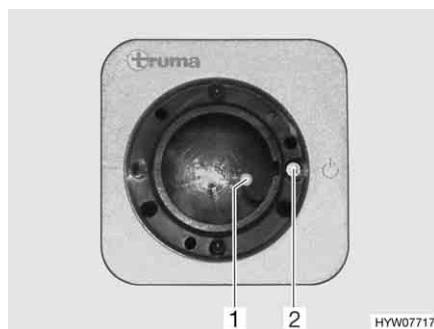
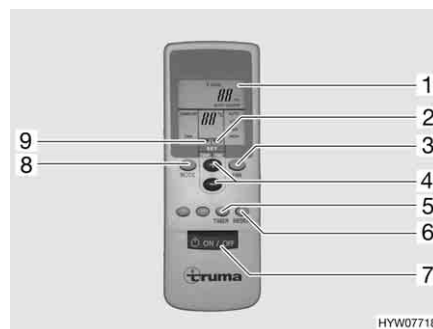

Fig. 97 Ricevitore
Fig. 98 Telecomando
- Accendere il telecomando con l'interruttore (Fig. 98,7). La spia verde di controllo (Fig. 97,1) indica la modalità di raffreddamento.
- Impostare la modalità di funzionamento desiderata con il tasto (Fig. 98,8).
- In caso di necessità, impostare con i tasti (Fig. 98,3 e 4) la potenza della ventola desiderata e la temperatura dell'ambiente. La freccia (Fig. 98,9) indica la modalità di regolazione selezionata.
- ▷ Sul ricevitore si trova un ulteriore interruttore a tasto (Fig. 97,2) con il quale è possibile spegnere e accendere l'impianto di climatizzazione anche senza il telecomando. Quando l'impianto di climatizzazione viene acceso mediante questo interruttore a tasto, viene selezionata automaticamente l'ultima modalità di funzionamento impostata con il telecomando.
- Per spegnere, premere nuovamente il tasto (Fig. 98,7) al telecomando.
- Per programmare l'impianto di climatizzazione, accendere con il tasto (Fig. 98,7) sul telecomando.
- Con i tasti (Fig. 98,8, 3 e 4), impostare la modalità di funzionamento e la temperatura dell'ambiente desiderate.
- Selezionare la funzione desiderata (Fig. 98,1) con il tasto (Fig. 98,5):
- Selezionare il tempo di commutazione desiderato (da 1 a 15 ore) con il tasto (Fig. 98,4). La freccia (Fig. 98,2) lampeggia e indica la modalità di regolazione.
- ▷ Con il tasto (Fig. 98,6) le impostazioni del telecomando vengono ripetutamente inviate al ricevitore.